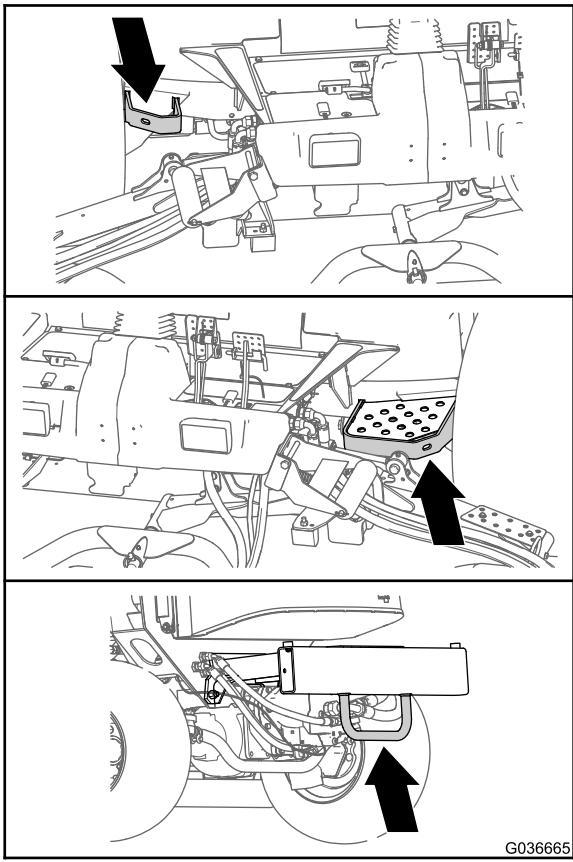

Рисунок 33
- На каждой стороне рамы у платформы оператора (Рисунок 33)
- На заднем бампере (Рисунок 33)